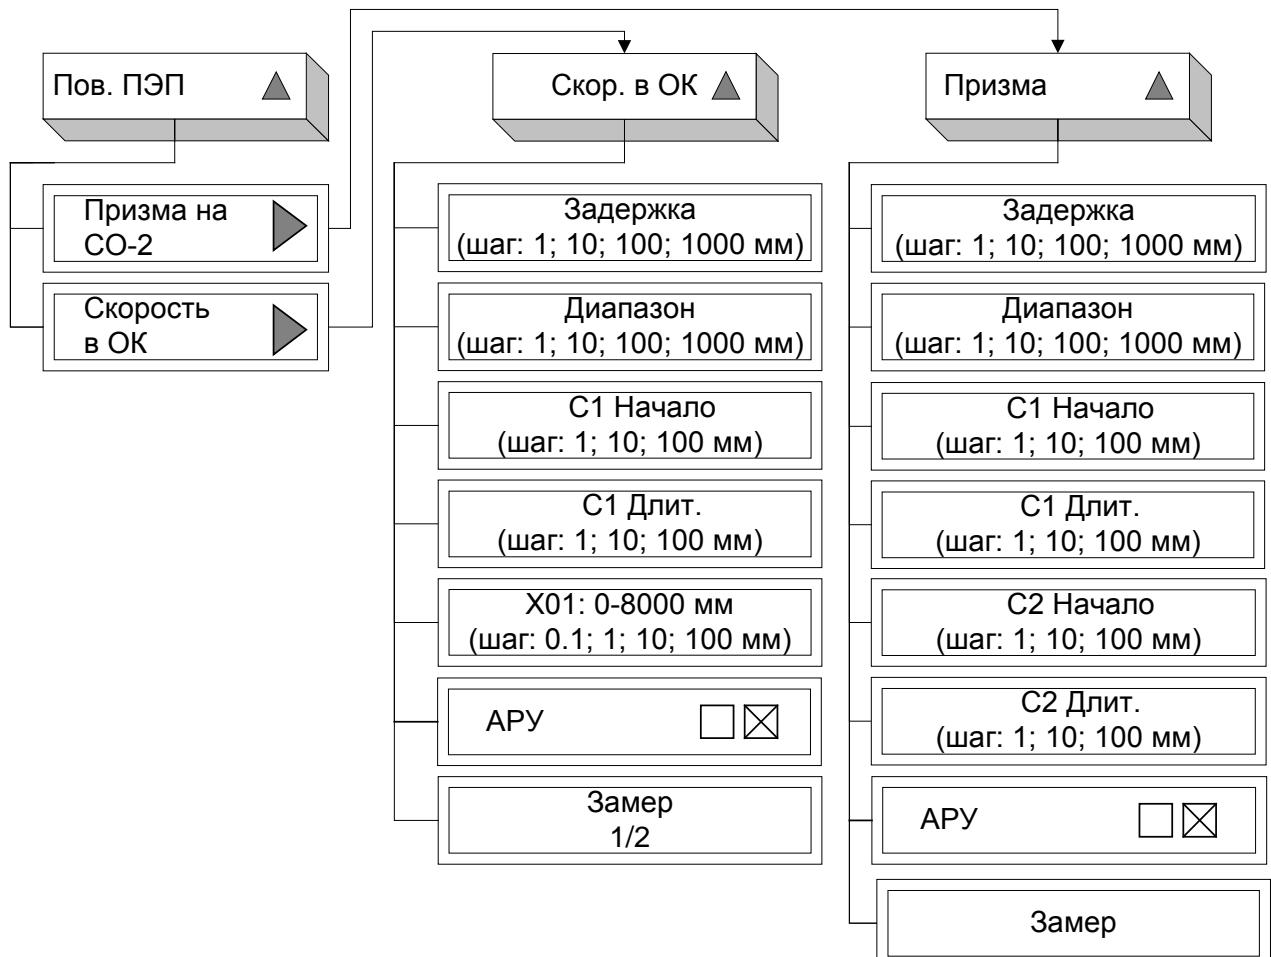

Рисунок 27 – Меню «Поверхностной волны ПЭП»
6.3.1.7.7.3 Пункт «Поверхностной волны ПЭП»: открывает подменю для калибровки типов ПЭП поверхностной волны и содержит пункты (рисунок 27):